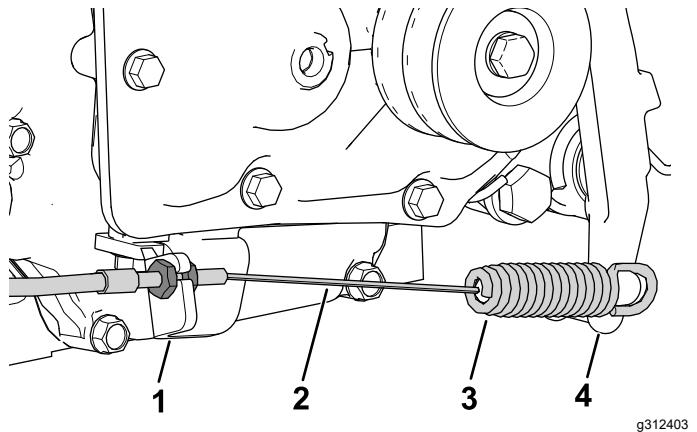

図 5
5. クラッチプレートにクラッチケーブルを取り付ける 図 5。
6. クラッチケーブルのスプリングの端をクラッチレバーに取り付ける 図 5。